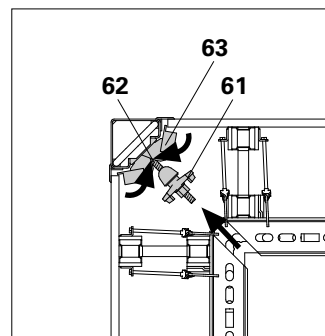

Fig. C3.03
2. Soltar las tuercas mariposa (61) en la SSE, desplazar la barra de atado (62) hacia adelante (martillo) y pivotar las mordazas (63) hacia dentro. (Fig. C3.03)